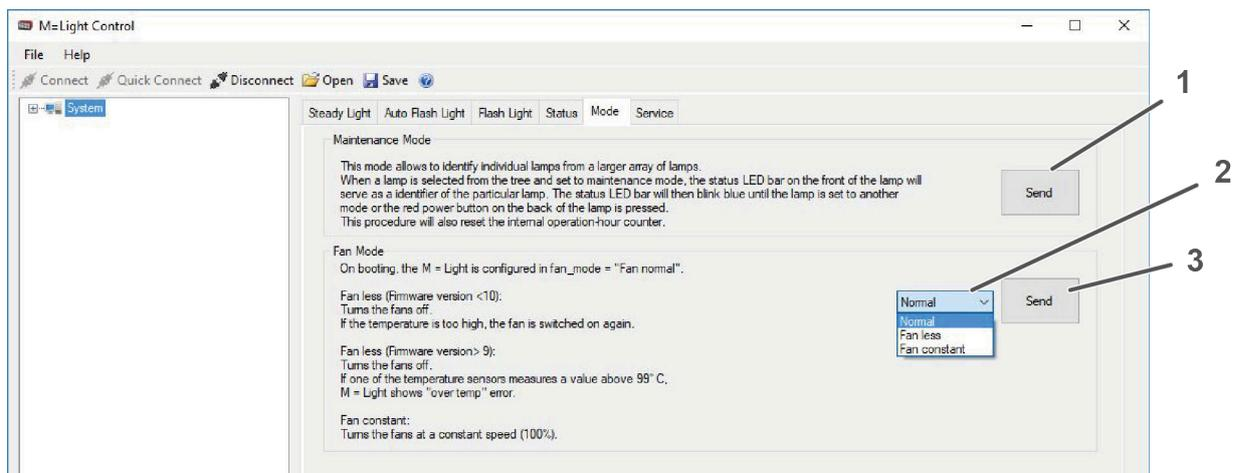

Abbildung 57: Registerkarte Mode
- In der Registerkarte Mode im Feld Maintenance Mode auf Send drücken (Abbildung 57, Seite 65).